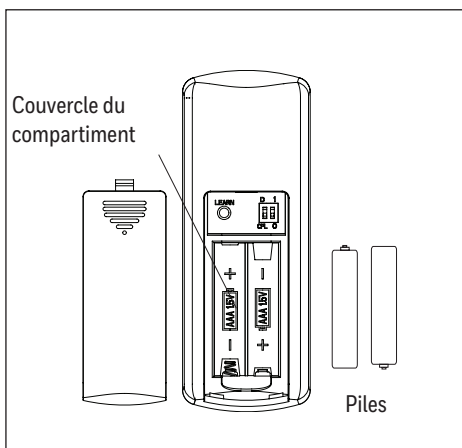

Figure 6.1
1. À l'aide d'un tournevis à tête plate, retirez le couvercle du compartiment à piles situé à l'arrière de la télécommande de l'ensemble de contrôle à distance, au besoin. Insérez la pile dans la télécommande; veillez à ce que la polarité de la pile corresponde à celle indiquée dans le compartiment à piles : positif (+) sur positif (+) et négatif (-) sur négatif (-). Remplacez le couvercle arrière, puis appuyez sur le bouton d'alimentation de la télécommande pour vous assurer que le voyant à DEL s'allume et que la télécommande met le ventilateur en marche (Figure 6.1).
La télécommande ne fonctionne pas :	<ol style="list-style-type: none"><li>1. Une surtension peut avoir effacé la mémoire. La télécommande doit être resynchronisée avec le récepteur. Instructions pour la synchronisation : Coupez l'alimentation électrique du ventilateur, puis rétablissez-la. Dans un délai de 30 secondes, appuyez sur le bouton LEARN [apprentissage] (Figure 6.1) situé dans le compartiment à piles) et maintenez-les enfoncés pendant 5 secondes. Le ventilateur tournera à basse vitesse et la lumière sera éteinte. Cela indique que la télécommande a été synchronisée.</li><li>2. Insérez de nouvelles piles AAA de 1,5 V dans le compartiment à piles de la télécommande.</li><li>3. Si plusieurs ventilateurs sont installés à proximité, mettez les autres ventilateurs hors tension avant de resynchroniser la télécommande (consultez la mesure corrective 1 ci-dessus).</li></ol>